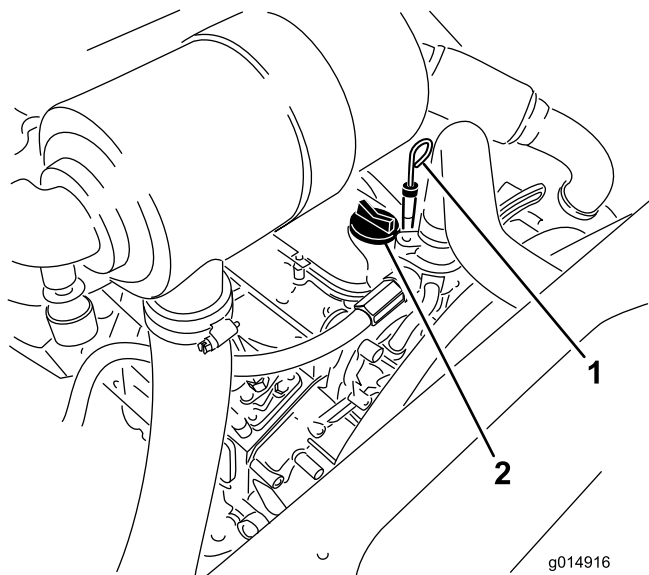

Figura 36
3. Retire a vareta, limpe-a e volte a colocá-la (Figura 36).
5. Se o nível de óleo se encontrar abaixo da marca Full (Cheio) da vareta, retire o tampão de enchimento (Figura 36) e adicione óleo até que o nível atinja a marca Full.